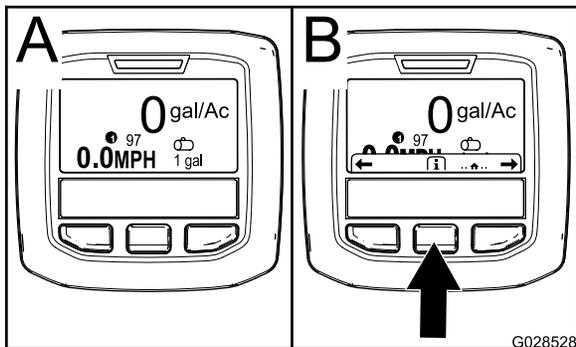

図 18
2. およそ 15 秒後に、ホーム画面に切り替わる。中央のボタンを押すと最初の案内画面になる 図 18。